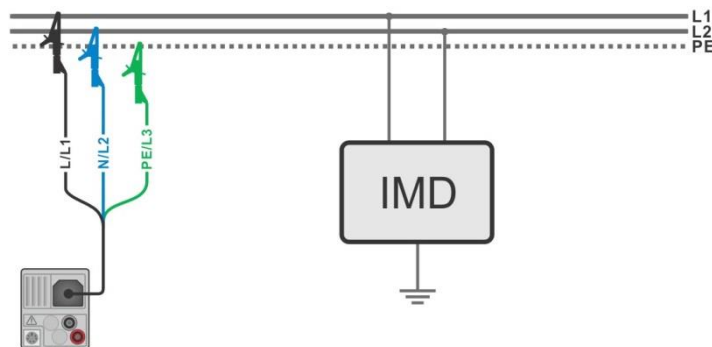
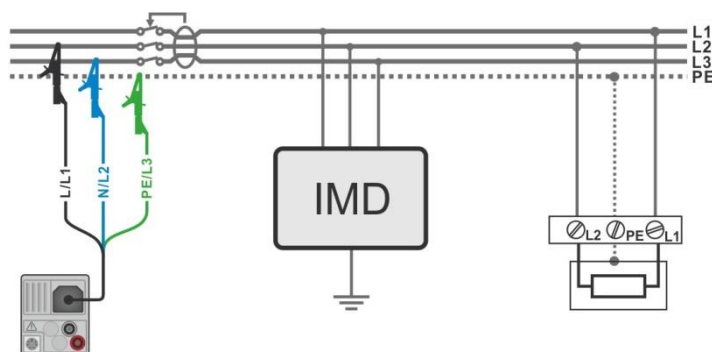

Abbildung 7.81: Messung des höchsten Fehlerstrom des ersten Fehlers mit dem 3-Leiter Prüfadapter
Abbildung 7.82: Messung des Fehlerstrom des ersten Fehlers im RCD geschützten Stromkreis mit dem 3-Leiter Prüfadapter
- › Schließen Sie die Prüfleitungen am Prüfling an, siehe **Abbildung 7.81** und **Abbildung 7.82**.